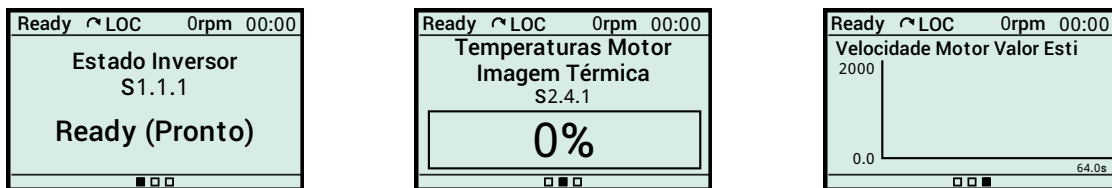

Figura 8.13: Visualização em (a) texto, (b) barra e (c) gráfico
- Tela cheia:** Abrange uma tela principal inteira e permite a exibição de variáveis de leitura no formato **texto, barra ou gráfico**. A Figura 8.13 apresenta um exemplo com os 3 formatos.